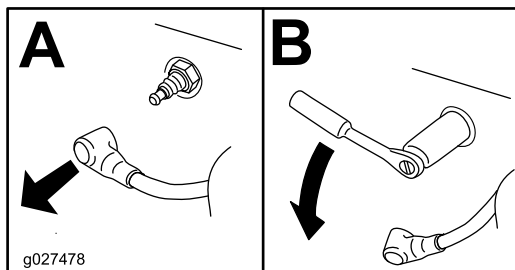

Figura 38
3. Retire la bujía (Figura 38).